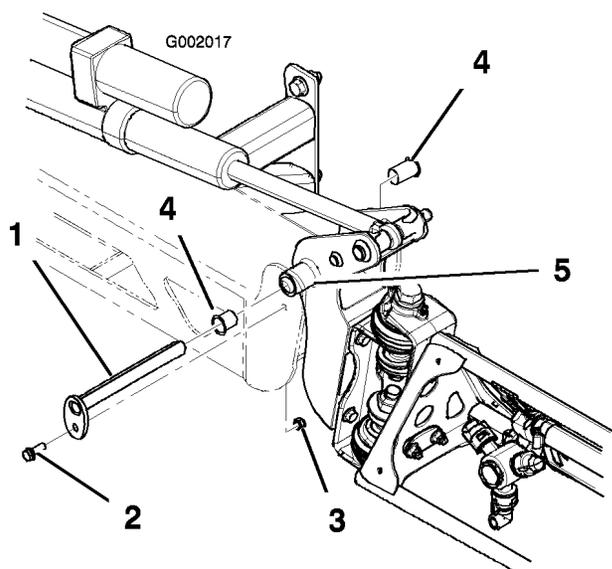

図 72
3. ブームを支えておきながら、ピボット・ピンをブーム・アセンブリに固定しているボルトとナットを取り外す (図 72)。ピボット・ピンを取り外す。
5. ナイロン・ブッシュを取り外し、ピボット・ブラケットの前面および後面側から見て点検する(図 72)。磨耗したり破損したりしている場合は交換する。
7. センター・フレームにブーム&ピボット・ブラケット・アセンブリを取り付け、開口部を整列させる(図 72)。